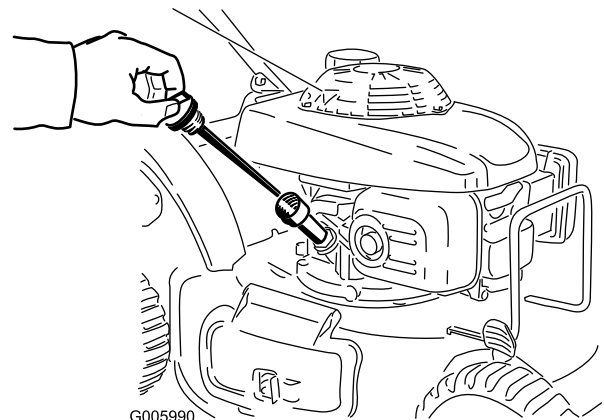

Bild 40
2. Ziehen Sie den Peilstab heraus (Bild 40).
4. Gießen Sie **langsam** Öl in das Einfüllrohr, prüfen Sie den Stand regelmäßig mit dem Peilstab, bis der Peilstab anzeigt, dass der Motor voll ist, wie in Bild 40 dargestellt. **Füllen Sie nicht zu viel ein.** (Max. Füllstand: 0,55 l des Typs: Waschaktives SAE 30-Öl mit der Klassifizierung ,SH, SJ, SL oder höher durch das American Petroleum Institute (API).)